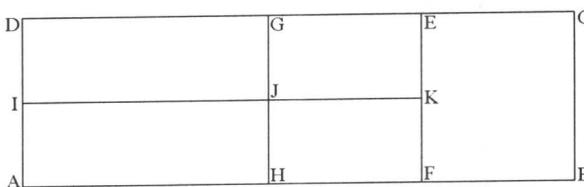

图 1-20 利用“矩形”、“直线”和“偏移”命令绘制标题栏
(5) 利用“直线”命令, 连续连接 AD 的中点 I、GH 的中点 J 和 EF 的中点 K, 如图 1-20 所示。